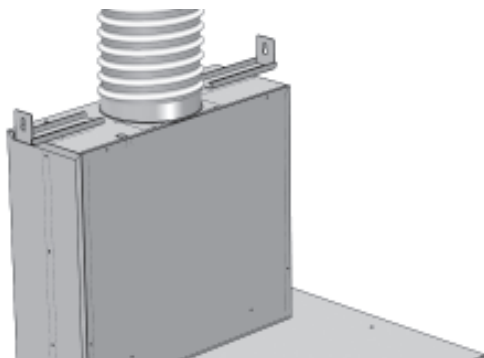

Fig. 8
- Verwenden Sie ein möglichst flexibles Rohr Ø125 und befestigen Sie dieses mit einer Schlauchschelle am Reduzieranschluß (Abb. 8).
- Use a Ø125 pipe, flexible if possible and fix it with a pipe-tightening ring at the reduction fitting (Fig. 8).
- Utiliser un tuyau Ø125, si possible flexible et le fixer avec une petite bande serre-tuyau au raccord de réduction (Fig.8).
- Utilizzare un tubo Ø125, possibilmente flessibile, e fermarlo con una fascetta stringitubo al raccordo di riduzione (Fig 8).
- Brug et rør med diameter 125 helst fleksibelt og sammenføj den med en rørpakning til samlingsformindskeren (Fig 8).
- Gebruik een afvoerpijp met diameter 125, liefst buigzaam, (Fig.8)